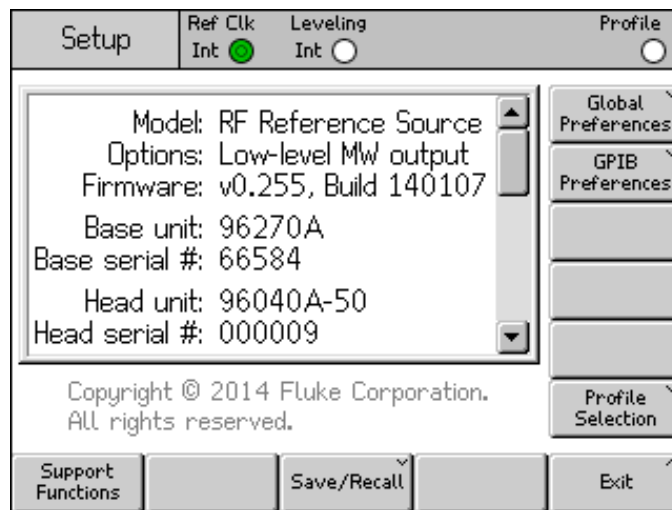

図 3-19. [Instrument Setup (機器セットアップ)] 画面
1. **SETUP** を押して、[Instrument Setup (機器セットアップ)] 画面を表示します。図 3-19 を参照してください。
4. [Back (戻る)] ソフトキーを押してグローバル環境設定を保存し、[Instrument Setup (機器セットアップ)] 画面に戻ります。図 3-19 を参照してください。